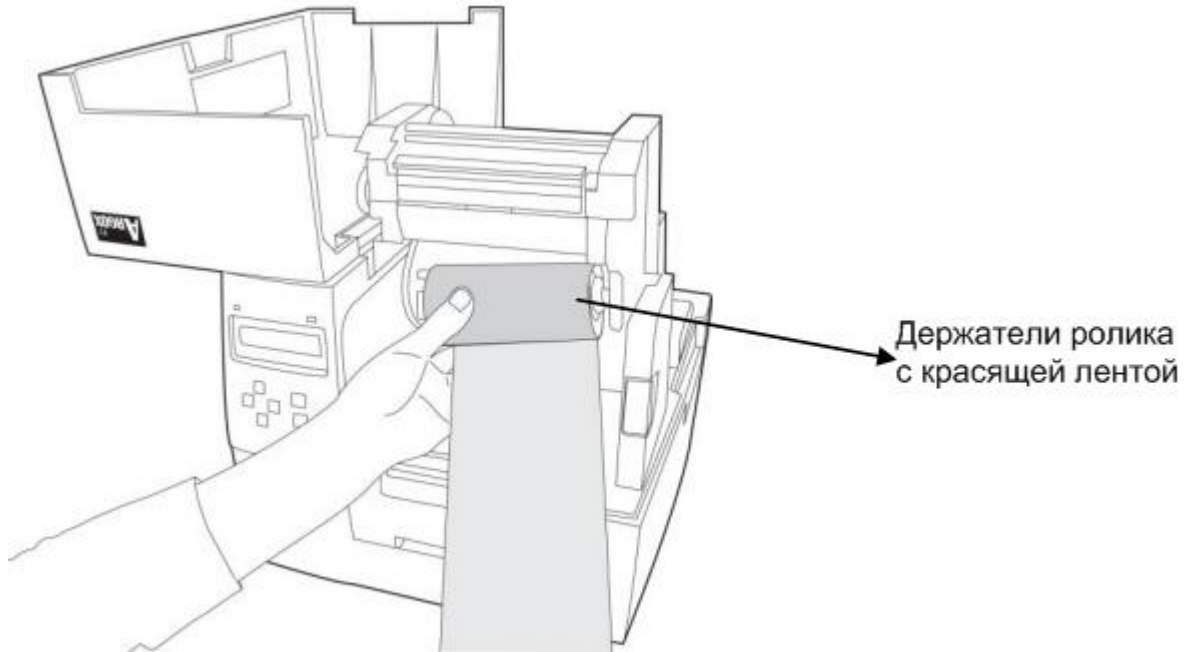

Рисунок 6
5. Установите ролик с красящей лентой на держатели ролика с красящей лентой (сначала в правый держатель, затем в левый). Убедитесь, что сторона с верхней частью ленты расположена лицом вниз (Рис. 6).